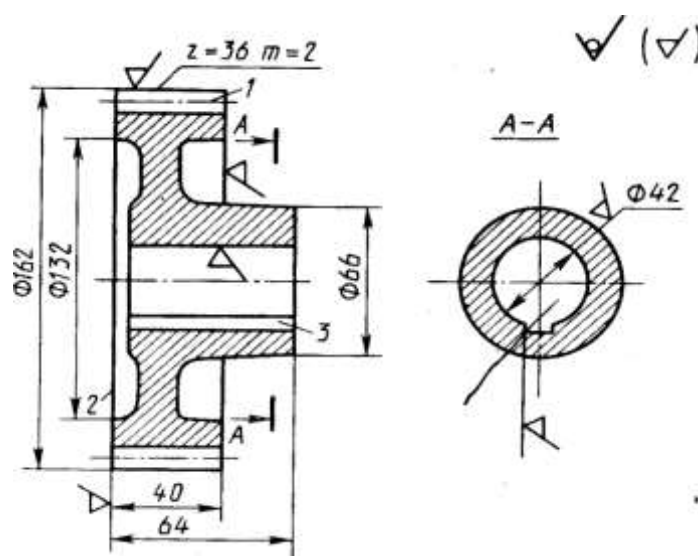

Рис. 14
2. По эскизу детали (рис. 14) разработайте эскизы элементов литейной формы, модели стержневого ящика, собранной литейной формы (в разрезе). Опишите последовательность изготовления формы методом ручной формовки. Материал детали – сталь 45 Л.